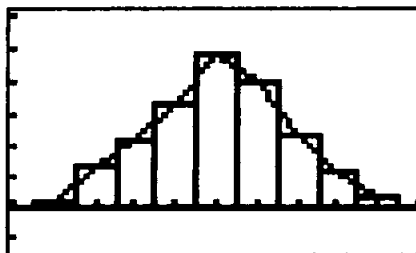

図6 ヒストグラムと分布曲線
①教師が作成したデモプログラムを実行させ、そのプログラムによりランダムデータの生成とヒストグラムの表示を同時に行わせる。
②さらに実行を継続させ、図6に示すよう自動的に分布曲線をヒストグラムに重ねて表示させる。
③次に、与えた表のデータを各自で入力させ、グラフの設定を行わせ、ヒストグラムを作成させる。